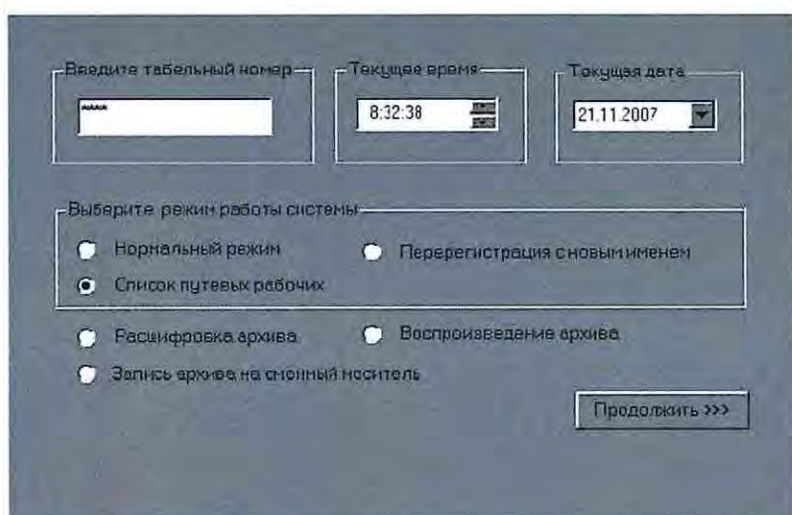

Рисунок 7. Выбор режима воспроизведения архива.
7.2.4 Задать режим «Воспроизведение архива» (расшифровки поездной ситуации в виде картинке) и нажать виртуальную кнопку «Продолжить>>>» (Рисунок 7), на монитор ПЭВМ РМ ДСП будет выведено окно диалога выбора режимов расшифровки, в котором нужно указать интервал времени, требующий расшифровки. Вид экрана полностью соответствует изображению на мониторе ПЭВМ РМ ДСП при работе системы ЭЦ-ЕМ, включая фиксацию введенных управляющих директив и выдачу сообщений ДСП. Дата и время, выводимые на экран, говорят о реальном времени фиксации индицируемой технологической ситуации. Визуальное отличие изображения от индикации при штатной работе ЭЦ-ЕМ в данном режиме расшифровки архива заключается в измененной командной строке, выводимой внизу экрана и содержащей виртуальные кнопки.